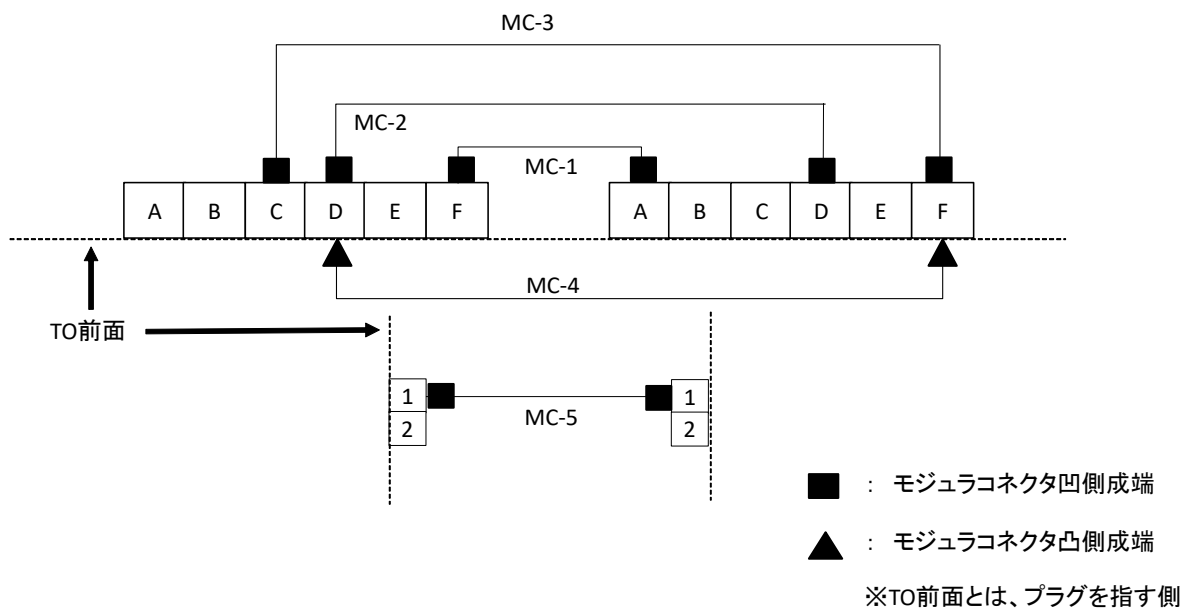

図4 配線図(例)
- ・ 各 TO の配置・配線は図 3、図 4 に従って行う。
- ・ 図 3、図 4 に従い、モジュラコネクタを配置するとともに、空きポートにブランクチップ(No.17)を取り付けて、TO1 及び TO2 (No.13～16) を組み立てる。
- ・ パッチコード(MC-4)を作成し、図 4 に従い接続する。